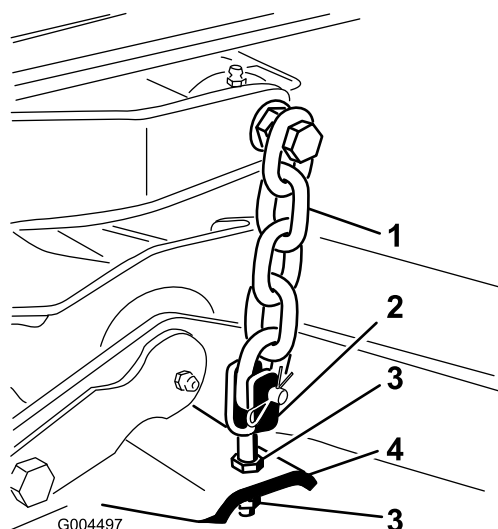

Figure 5
8. Ajustez les écrous de blocage qui fixent les chapes/chaînes au plateau de coupe jusqu'à ce que le plateau de coupe soit de niveau (Figure 5).